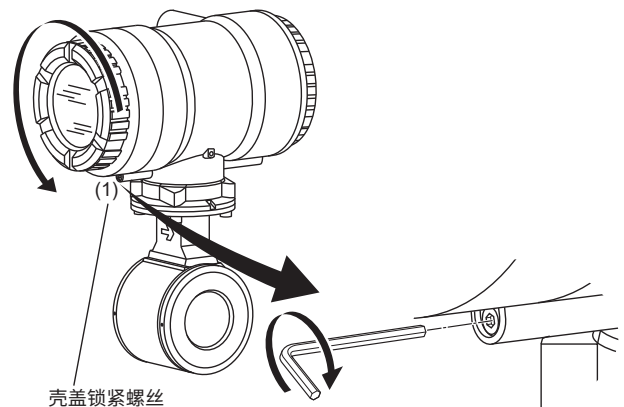
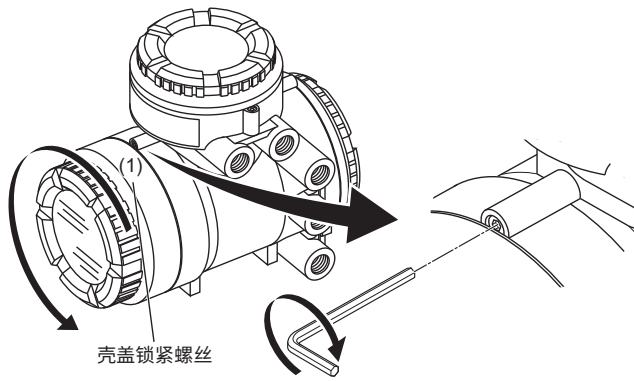

图3.6.1 移除显示器壳盖(一体型流量计)
图3.6.2 移除显示器壳盖(AXW4A分体型变送器)
- 用扳手沿顺时针方向拧松壳盖锁紧螺丝(1)(参阅图3.6.1和图3.6.2), 打开壳盖。从制造厂发货时, 壳盖是锁紧的。手持流量计, 沿逆时针方向旋转, 移除壳盖。
(3) 安装壳盖
- 使用六角扳手(标称尺寸3)逆时针方向拧紧壳盖锁紧螺丝(1)(参阅图3.6.1和图3.6.2), 锁紧壳盖。